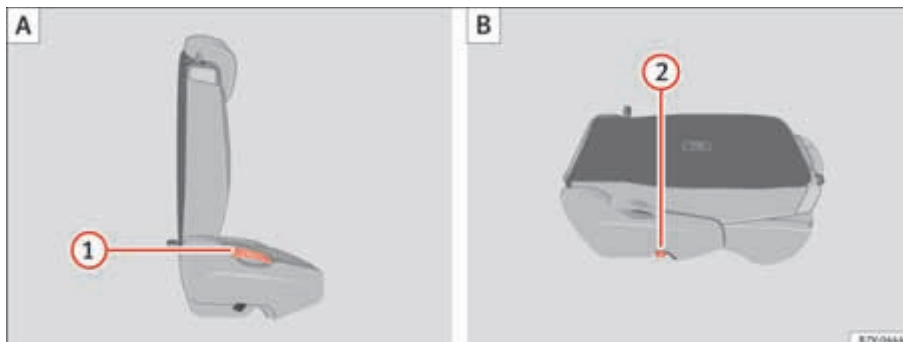

Abb. 89 Zweite Sitzreihe: Rücksitz vorklappen (A), Rücksitz in Ladebodenposition (B).
- Gegenstände aus dem Fußraum vor und hinter dem Rücksitz entfernen ⇒ ①.
- Hebel ⇒ Seite 136, Abb. 89 ① nach oben ziehen und Rücksitzlehne nach vorn klappen. Der komplette Rücksitz klappt nach vorn ⇒ ⚠.
- Die nach vorn geklappte Rücksitzlehne herunterdrücken, bis die Rücksitzlehne in der Ladebodenposition eingerastet ist ⇒ Seite 136, Abb. 89 ②.
- Hebel ⇒ Seite 136, Abb. 89 ① nach oben ziehen und Rücksitzlehne nach oben in die aufrechte Position klappen. Der komplette Rücksitz klappt nach hinten.